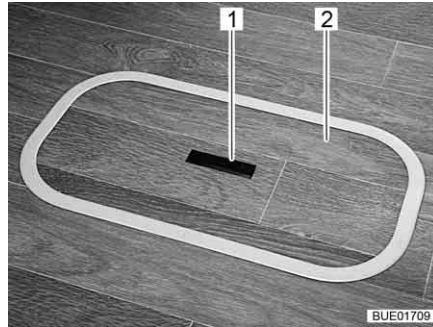
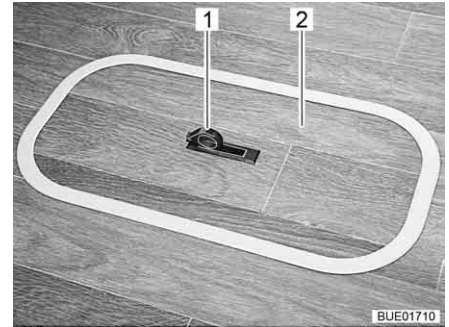

Bild 54 Abdeckung Bodenfach (Griff versenkt)
Bild 55 Abdeckung Bodenfach (Griff herausgeschwenkt)
- Auf einer Seite die Griffplatte (Bild 54,1) nach unten drücken. Der Griff (Bild 55,1) schwenkt nach oben.
- Die Abdeckung (Bild 54,2 bzw. Bild 55,2) nach oben abnehmen.